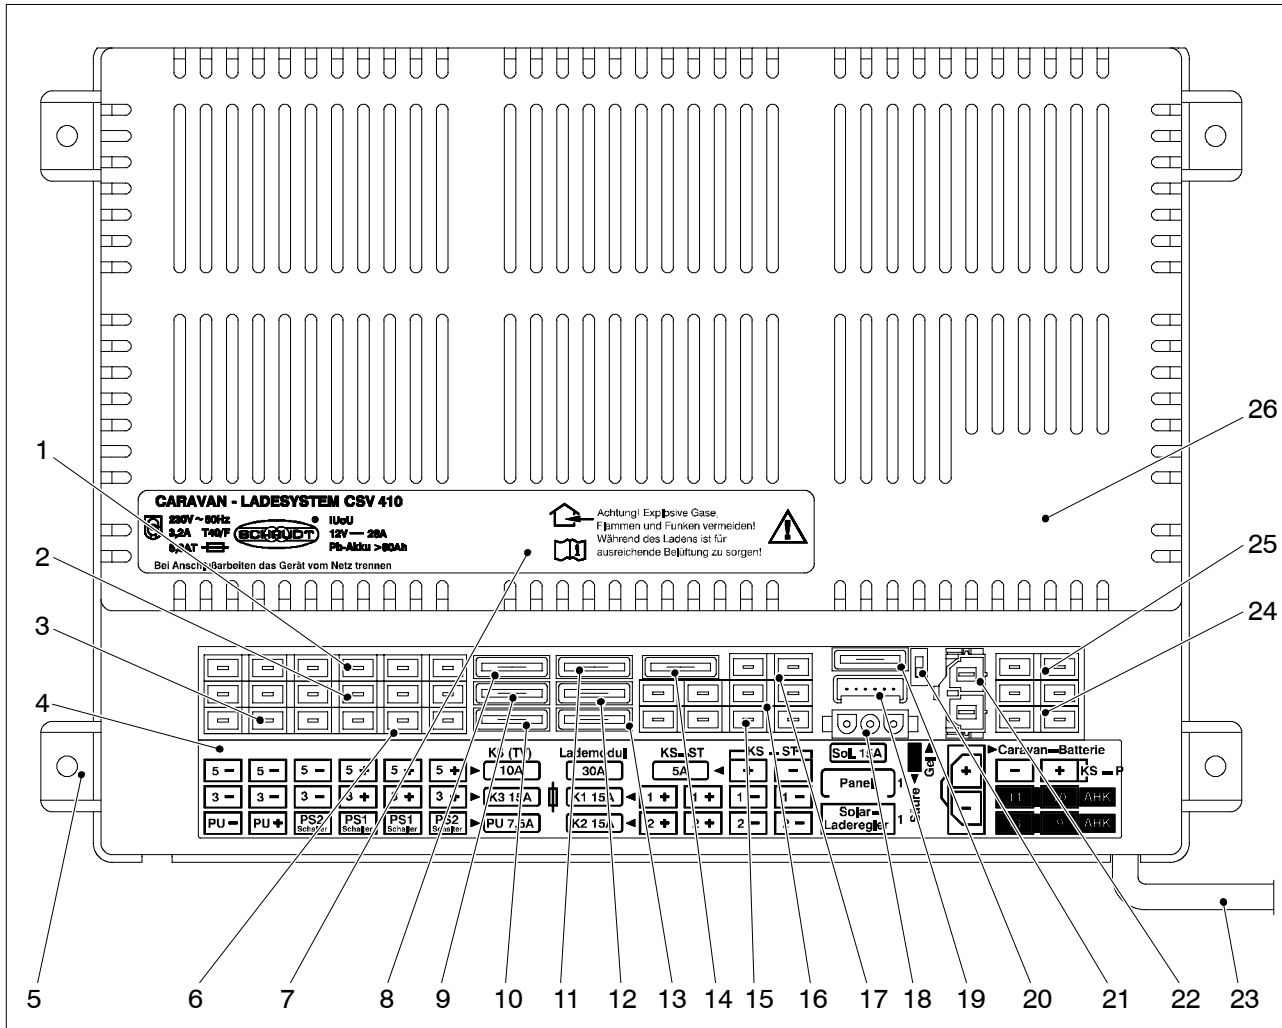

Bild 2 Caravan-Ladesystem CSV 410 Frontansicht
- Sicherstellen, dass der Batterie-Wahlschalter (Abb. 2, Pos. 21) je nach eingesetzter Batterie in der richtigen Stellung steht.
➤ Den Batterie-Wahlschalter (Abb. 2, Pos. 21) mit einem dünnen Gegenstand (z. B. Kugelschreibermine) in die entsprechende Position bringen: